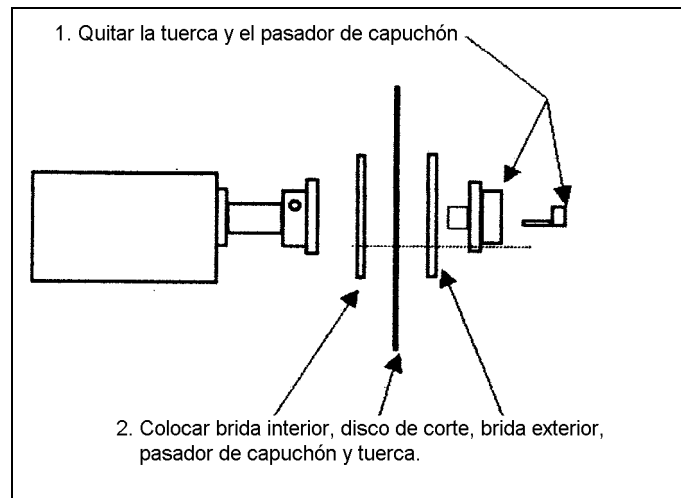

Figura 1: Montaje del disco de corte.
1. Quite el tornillo de mariposa y el pasador de capuchón del eje de accionamiento (ver **figura 1**).